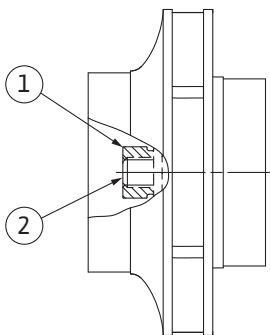

Fig. 111: Posición correcta de la tuerca del rodete tras el montaje
- Sujete el eje con una llave de boca fija (ancho de boca de 22 mm) y apriete la tuerca del rodete con el par de apriete prescrito (véase la tabla «Par de apriete» [► 36]). La tuerca (Fig. 111, Pos. 1) debe quedar enrasada con el extremo del eje (Fig. 111, Pos. 2) con un margen de tolerancia de aprox. $\pm 0,5$ mm. Si no es así, afloje la tuerca y repita los pasos 4 ... 8.